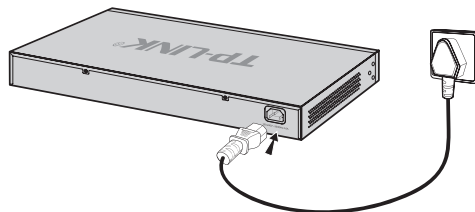

图3-3 电源线连接示意图
2. 交换机原装电源线连接交换机与电源插座, 如图3-3所示。